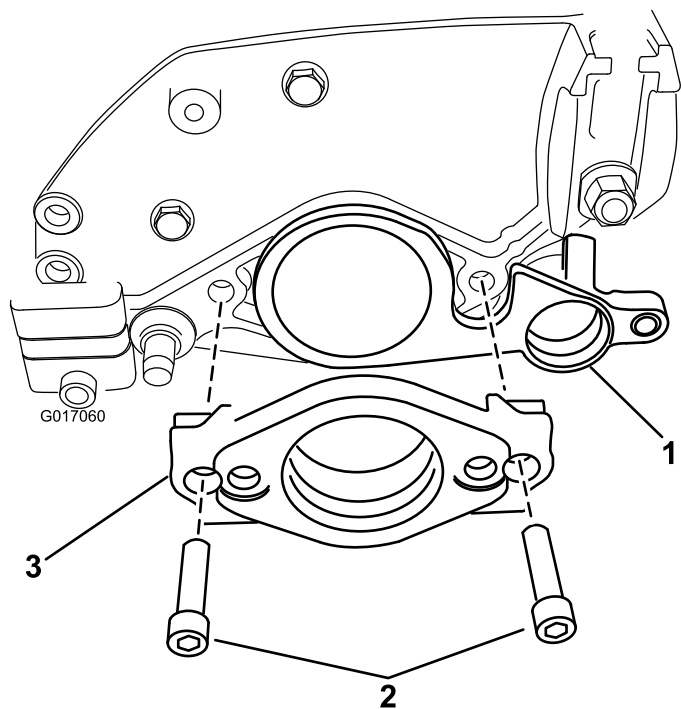

Figura 7
17. Inserite l'altra estremità dell'albero grooming all'interno del supporto del cuscinetto della piastra laterale destra (Figura 7).
18. Inserite il supporto motore sulla piastra laterale. Fissate il supporto motore e la piastra laterale all'estremità destra dell'apparato di taglio con 2 bulloni a esagono incassato e i dadi precedentemente rimossi (Figura 7).